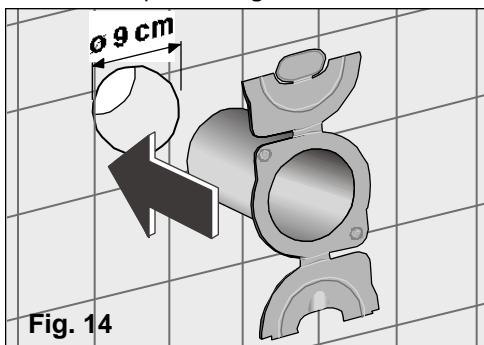

Fig. 14
- ❑ Fazer um orifício de 9 cm de diâmetro no muro, no qual serão colocados os acessórios Passa-muros pelo interior e o exterior da parede. **Fig. 14.**